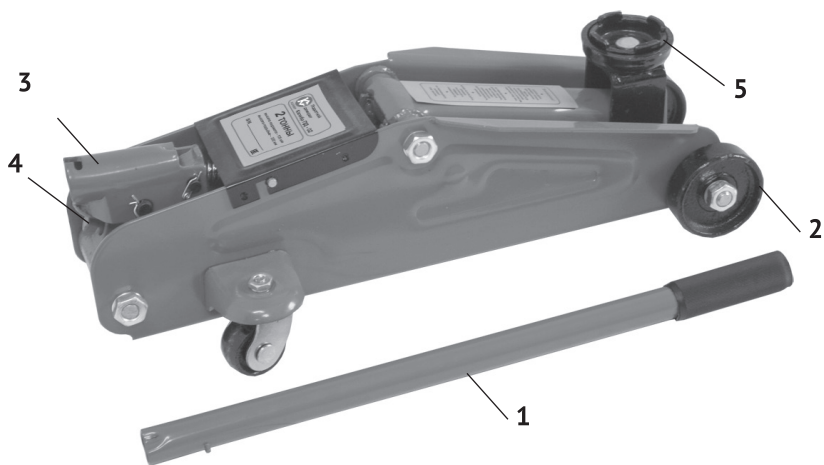

рис. 1
3.1 Общий вид домкрата представлен на рис. 1:
- Установите ручку (рис.1 поз.1) на выпускной клапан (рис.1 поз.4), плотно закройте выпускной клапан, поворачивая ручку по часовой стрелке до упора.
- Вставьте ручку в разъём (рис.1 поз.3) и качайте для поднятия груза на необходимую высоту.
- Установите ручку (рис.1 поз.1) на выпускной клапан (рис.1 поз.4), откройте выпускной клапан (рис.1 поз.1) медленно поворачивая ручку против часовой стрелки. Скорость опускания груза зависит от скорости открытия выпускного клапана. При открытии выпускного клапана не делайте больше одного полного оборота.
- Откройте впускной клапан (рис.1 поз.4), выньте пробку масляного резервуара домкрата.
- Закройте впускной клапан (рис.1 поз.4), верните на место пробку масляного резервуара домкрата. Домкрат теперь должен работать нормально. В противном случае повторите все шаги процедуры по удалению воздуха снова.
3 - В домкрате воздух. Полностью откройте впускной клапан (рис.1 поз.4). Приведите домкрат в вертикальное положение задними колёсами вверх. Сильно качните ручку. Закройте выпускной клапан и приступайте к работе.
4 - Возможно выпускной клапан(рис.1 поз.4) не закрыт. Опустите домкрат в нижнее положение. Закройте выпускной клапан (рис.1 поз.4). Поднимите домкрат на максимальную высоту. Откройте клапан, чтобы опустить рычаг. После этого домкрат должен начать работать.